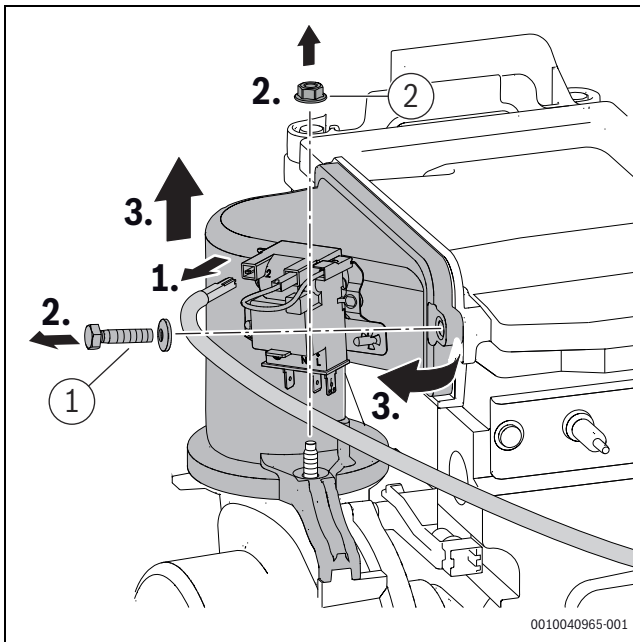

Bild 60 Mischeinrichtung ausbauen
- Schraube und Mutter ([1] und [2], Bild 60) an der Mischeinrichtung mit 5,5+0,5 Nm festziehen.